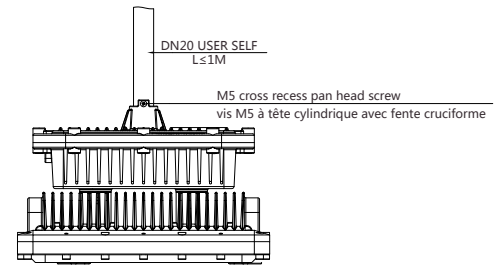

Fig. 4
13. Fix the luminaire with M5 screws with torque value 4 N-m. (Fig.4)
13. Fixer le luminaire avec des vis M5 à une tension de serrage de 4 N-m. (Fig.4)